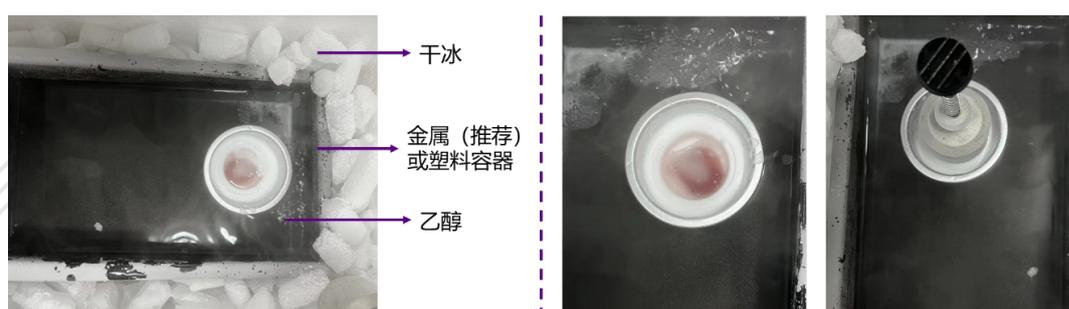

图 2-3 乙醇 - 干冰浴操作示意图
- k. 乙醇 - 干冰浴: 将 -80°C 预冷的乙醇提前倒到金属盒中, 并置于干冰上待用, 使用镊子夹取包埋模具, 将其放于干冰预冷的无水乙醇中 (图 2-3 左), 至 OCT 完全冷冻, 变为不透明白色;
- 为加快冷冻过程, 可在干冰中预冷金属块 (如冷冻锤), 当最上层的 OCT 形成一圈白色不透明固态即可放置冷冻锤进行快速冷冻, 如图 2-3 右。